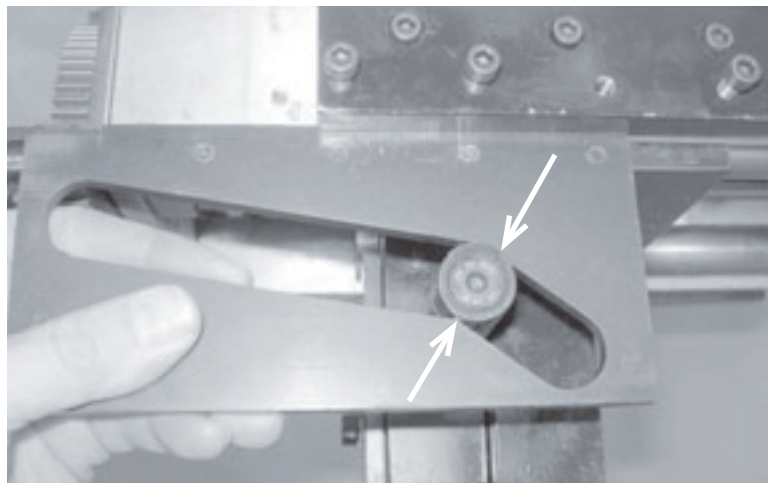

Figura 3-44. Inserte la plantilla en la guía de leva de modo que la rueda esté en el punto de transición del biselado.
2. Coloque las plantillas con sus ranuras sobre los postes guías de levas como se muestra en Figura 3-44. Coloque en posición las plantillas de manera que la rueda guía de leva esté cerca del extremo de la ranura de plantilla lejos del centro del tubo.
2. Coloque las plantillas con sus ranuras sobre los postes guías de levas como se muestra en Figura 3-44. Coloque las plantillas de manera que la rueda guía de leva esté en el punto de transición de la plantilla.